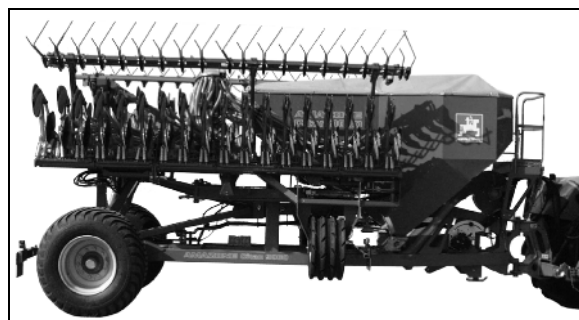

Рис. 106
1. Установка гидравлического рычага (Рис. 106)